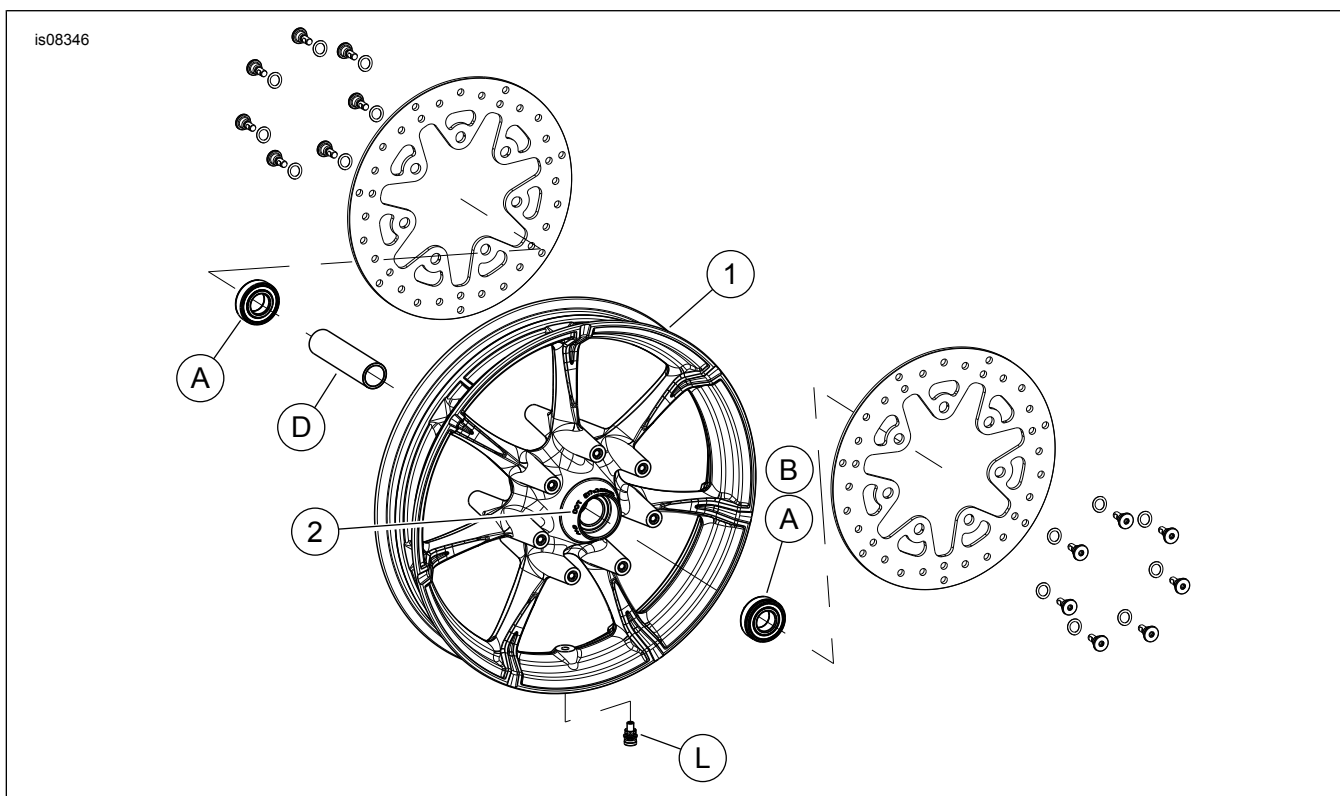

Abbildung 1. Ersatzteile: Slicer-Vorderräder
Siehe Abbildung 1 und Ersatzteile-Tabelle.
2. Siehe Abbildung 1. Die Ventilschaft-Baugruppe (L) am Rad anbringen. Siehe Werkstatt handbuch.